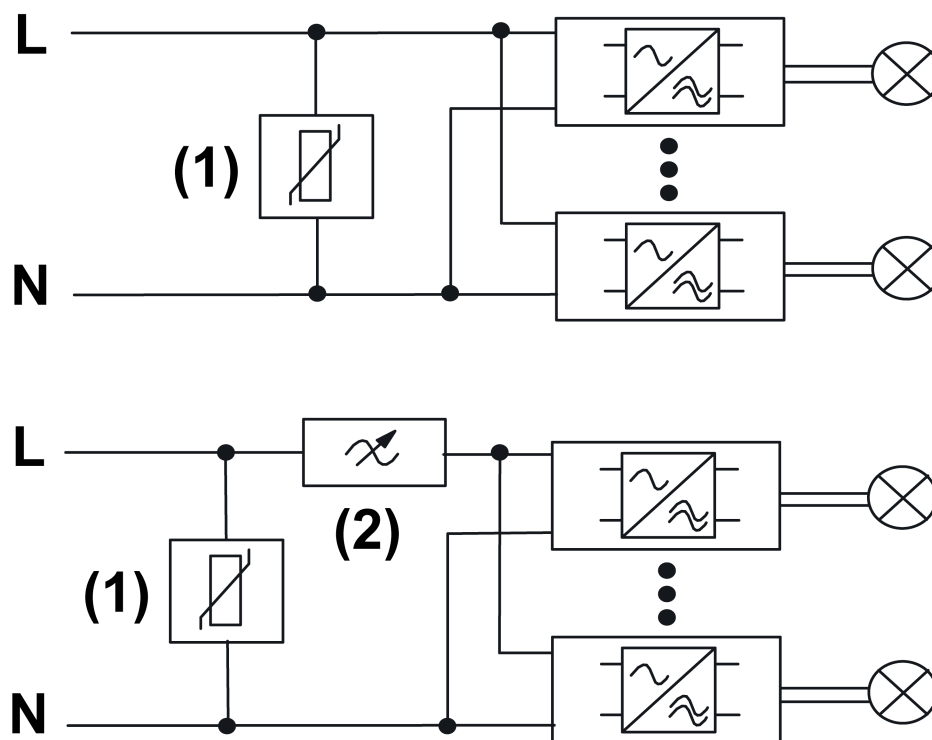

Bild 8: Anschlussbeispiel Überspannungsschutzmodul
- i** Bei Gefahr von Netzspikes, Überspannungsschutzmodul (1) primärseitig parallel zum Tronic-Trafo oder beim Einsatz von Dimmern parallel zur Reihenschaltung aus Dimmer (2) und Tronic-Trafo zwischen L und N klemmen (Bild 8).